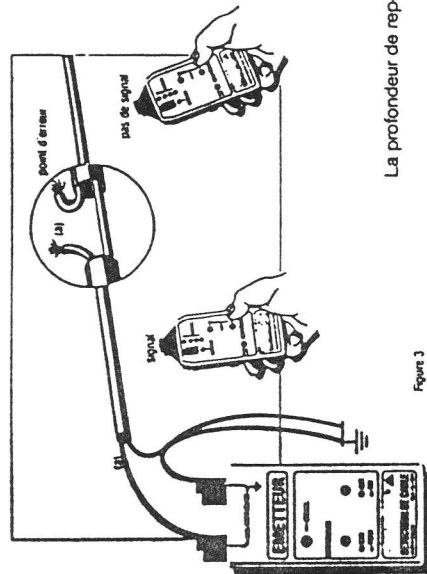

Figure 3
- 2) Toutes les lignes non-utilisées, selon Figure 3, doivent être connectées à la terre auxiliaire.
- 3) Connectez l'émetteur à un brin et à une terre auxiliaire selon Figure 3.